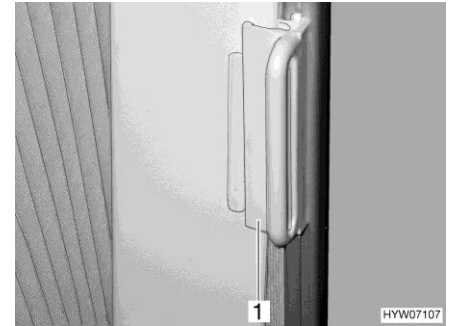

Fig. 44 Dispositivo di bloccaggio per la tendina oscurante pieghevole
- Spingere l'impugnatura (Fig. 44,1) fino al sopralzo. La tendina oscurante pieghevole è ora bloccata.